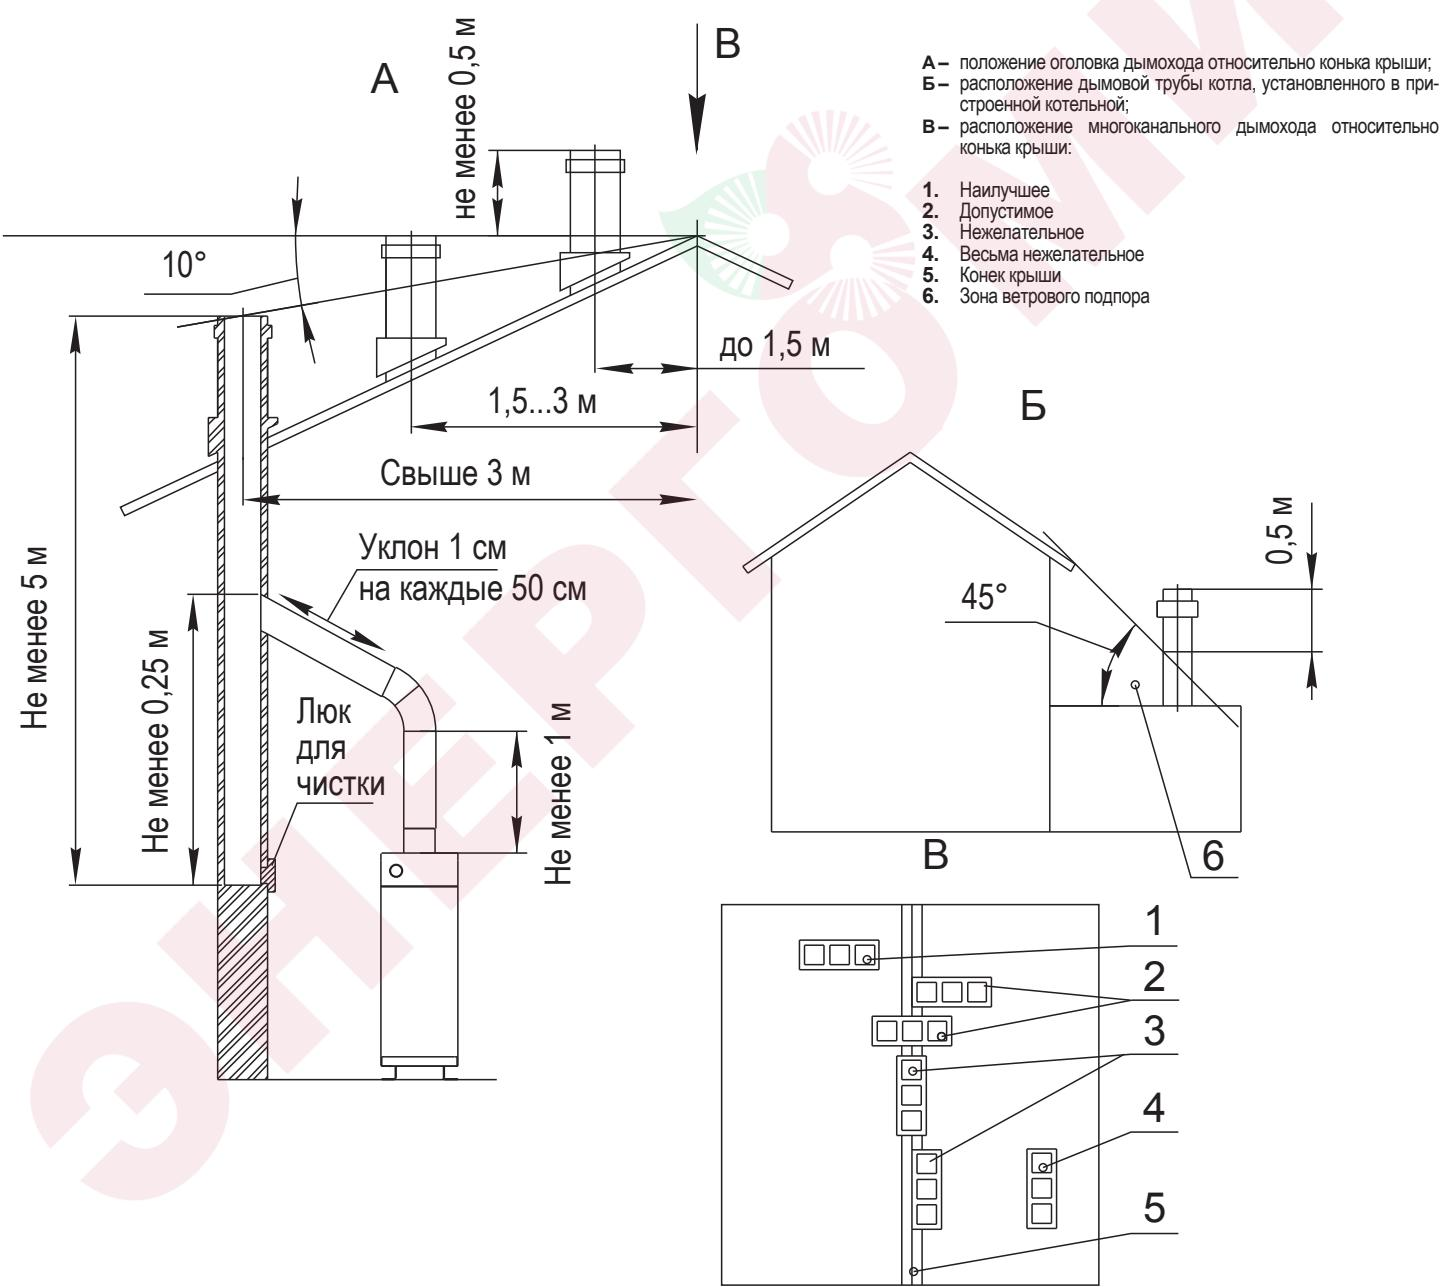

рис. 5 – Схема расположения дымовой трубы
5.3 Котел работает при естественной тяге, создаваемой дымовой трубой за счет разницы холодного и нагретого воздуха, поэтому устройство дымовой трубы должно отвечать следующим требованиям (см. рис. 5, рис. 6):
- высота трубы над крышей должна быть не менее размеров, указанных на рис. 5, 6. Обратите внимание на положение оголовка трубы с несколькими каналами относительно конька крыши;